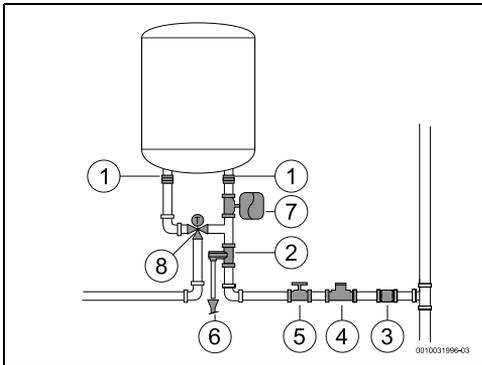

Fig. 14
- ▶ Il est recommandé d'installer un robinet thermostatique (Fig. 14, [8]) sur le tube de sortie de l'appareil si des tubes PEX sont utilisés. Il doit être réglé pour correspondre aux performances du matériel utilisé.
- ▶ Ne jamais installer d'accessoires (autres que ceux indiqués dans la fig. 14) entre la soupape de sécurité et l'entrée d'eau froide sanitaire (côté droit) de l'appareil.
- ▶ installer un réducteur de pression (Fig. 14, [4]). La soupape de sécurité se déclenche lorsque la pression d'eau dans l'appareil est supérieure à 8 bars (± 1 bar), et il est donc nécessaire de prévoir un moyen d'évacuer cette eau.
- ▶ installer un vase d'expansion (Fig. 14, [7]) pour empêcher l'ouverture trop fréquente de la soupape de sécurité. Le volume du vase d'expansion doit être équivalent à 5 % du volume de l'appareil.